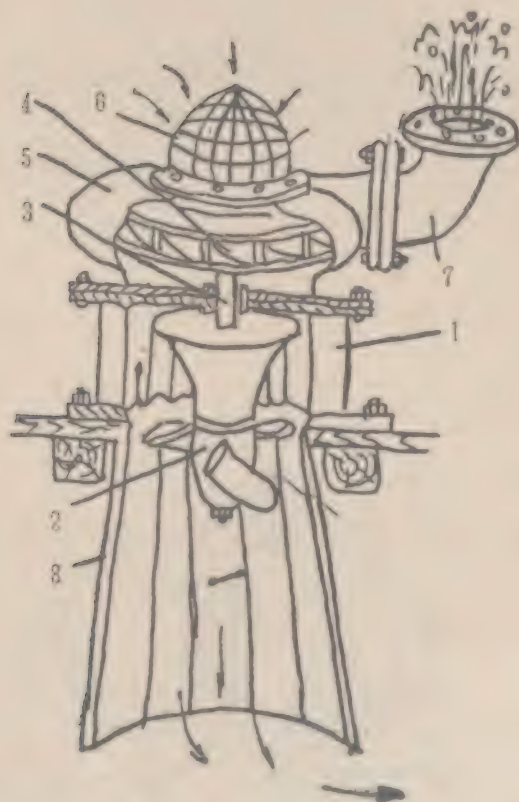

图2 水轮泵示意图
安装方法和发动原理：在河中修一个拦河坝，抬高水位；傍河边砌一个安装水轮泵的机坑，将水轮泵安装于机坑中；水流入机坑，经导流轮①流入机内，冲动水轮机②，水轮机即快速旋转，使轴③带动离心水泵叶④旋转，产生离心力，将泵壳⑤内空气排除，几乎成为真空；水随即从进莲头⑥进入泵内填补真空；因泵叶连续转动，水受离心力作用，被迫从管道⑦上升，一直流往农田；而用作动力的水冲动水轮机后，则从尾水管⑧泄出（图2）。